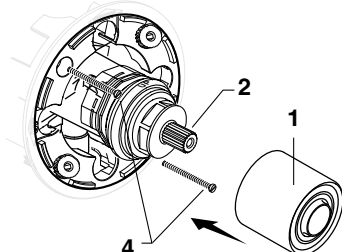

Figure 1a.
☒ **Figure 1a.** Enfoncez le CAPUCHON (1) sur la CARTOUCHE (2) jusqu'à ce qu'il soit bien assis contre l'arrêt.